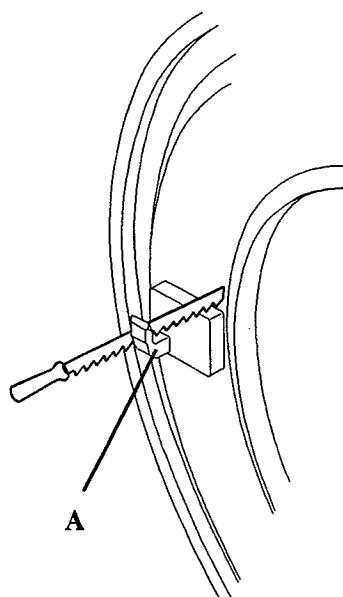

fig. 26
L models (fig. 26). Saw the lock part (A), located at front of machine. (As this part is made in thermo-plastic material, it can be easily sawed).
Modelos L (fig. 26). Serrar la pieza de cierre (A), montada en el frontal de la máquina. (Al ser una pieza de material termoplástico, se sierra con facilidad)
Modèles L (fig. 26). Scier la pièce de fermeture (A), montée au frontal de la machine. (Cette pièce est en matériel thermoplastique, donc il est facile à scier)